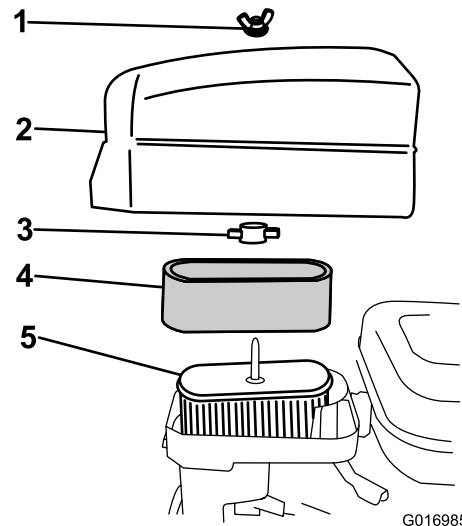

Figure 26
4. Si l'élément en mousse est encrassé, sortez-le de l'élément en papier (Figure 26) et nettoyez-le soigneusement comme suit :